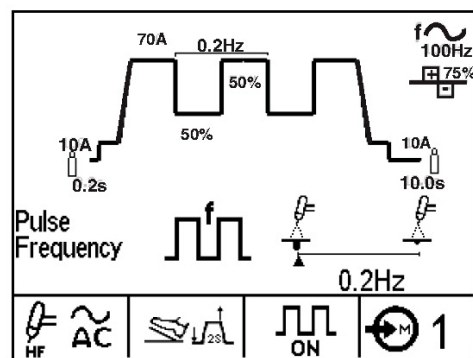

Figure B.4c
- Pulse TIG (voir Figure B.4c)
2. **L'affichage des paramètres** montre que le symbol du paramètre ainsi que sa valeur sont affichés. Pour changer la valeur, tourner l'encodeur. Certains paramètres comme la fréquence AC ont un symbol qui montre l'effet dans l'arc de soudage en fonction de la valeur pré-réglé. Lorsque ces paramètres sont ajustés, le symbol bouge pour montrer l'effet du paramètres. La figure B.4c montre en exemple l'affichage de l'effet du réglage de la fréquence de pulsation. Voir en tableau B.1, la liste des symbols.